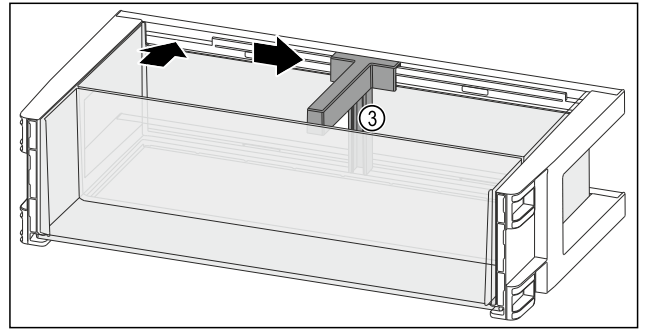

Fig. 95
- Şişe yerlerini Fig. 95 (3) çıkıntıya yerleştirin.
- Şişe yerlerini Fig. 95 (3) istediğiniz konumda yana itin.